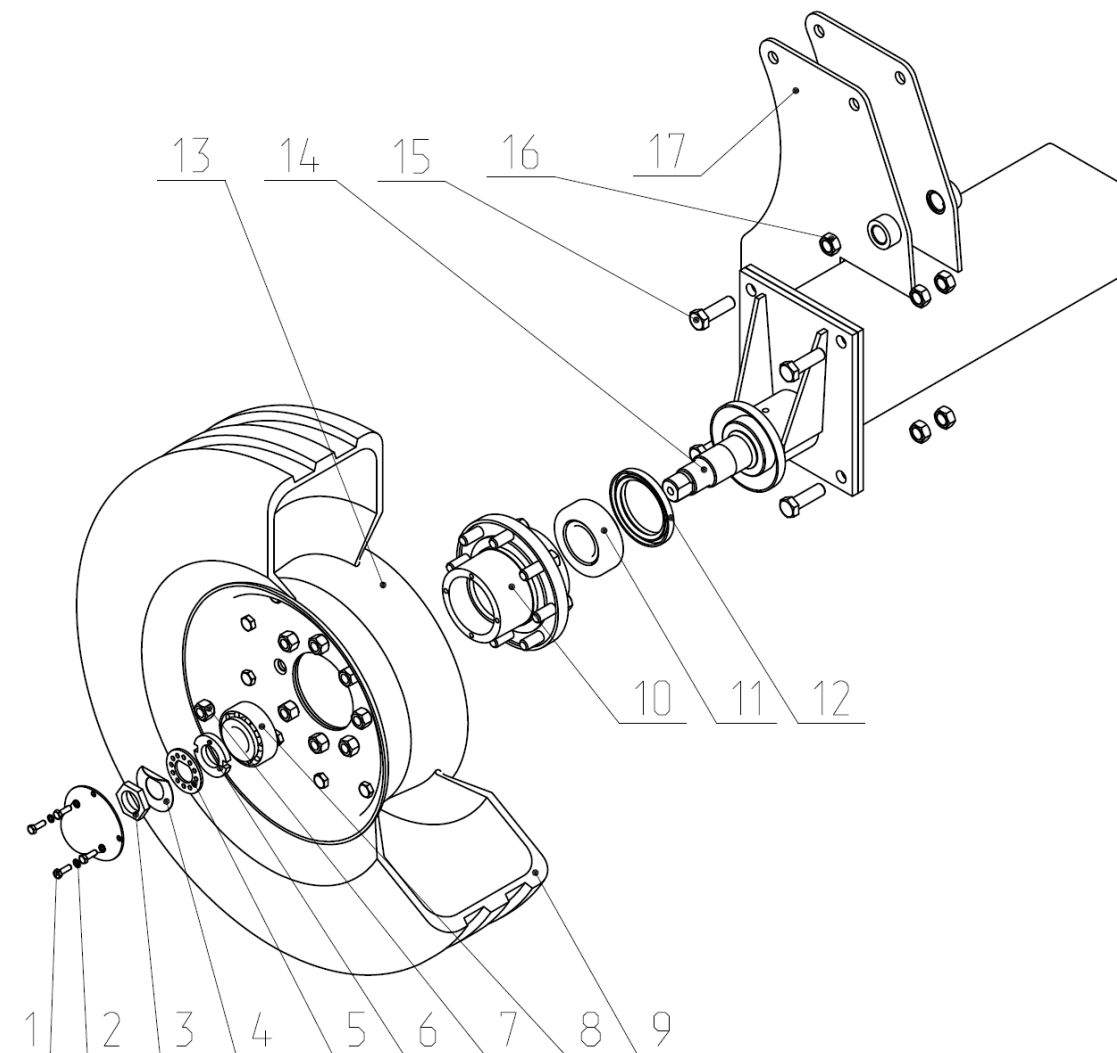

Рис.8 КБП12 03.040Б-01 ( КБП12 03.040Б) Колесо в сборе
2.6 На концы боковых балок устанавливаются рабочие колеса. Ось колеса 14 (рис.8) крепится к фланцу боковой балки при помощи болтов 15. Ступица 10 установлена на оси колеса на двух подшипниках 8 и 11, которые фиксируются гайкой 6. С одной стороны ступица закрывается колпаком, а с другой - защитной шайбой, приваренной на оси колеса. Шина 9 с камерой смонтирована на диске 13, а диск посажен на ступицу и прикручен гайками 7.